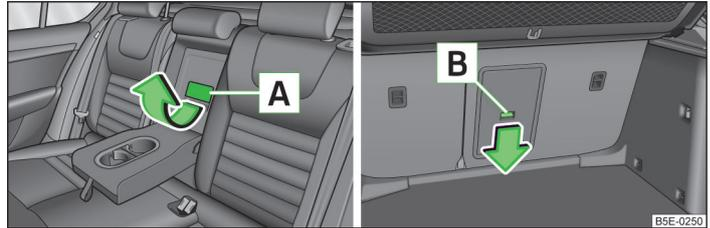

Abb. 77 Rücksitze: Deckelgriff / Gepäckraum: Entriegelungstaste
- Den Griff **A** » Abb. 77 in Pfeilrichtung ziehen und den Deckel herunterklappen.
- Die Entriegelungstaste **B** » Abb. 77 in Pfeilrichtung schieben und den Deckel mit der Armlehne nach vorn klappen.
Darauf achten, dass die Armlehne nach dem Schließen immer eingerastet ist. Das lässt sich daran erkennen, dass das rote Feld oberhalb der Entriegelungstaste **B** » Abb. 77 vom Gepäckraum aus nicht zu sehen ist.